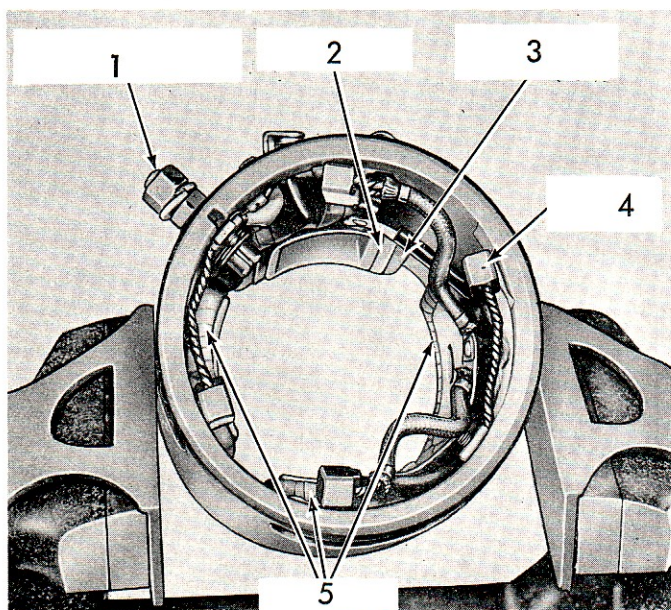

Fig. 46
2. **Démarrateurs Ø115 mm**. Retirer la pièce de retenue de la bobine inductrice de commande du lanceur. (Voir Fig. 46). Ne pas replier les lèvres de la pièce de retenue, mais comprimer celle-ci et dégager les lèvres de la carcasse.
8. **Démarreurs $\varnothing 115$ mm.** Retirer l'écrou de borne, la rondelle, l'isolant et la vis de borne (Voir Fig. 46). Enlever tout excédant de soudure dans la fente de la vis de borne.
9. **Démarreurs $\varnothing 115$ mm.** Replacer l'isolant de borne, les rondelles et l'écrou de retenue sur la carcasse. Orienter la fente de la borne, perpendiculaire au plan du centrage de la carcasse (Voir Fig. 46). Placer les sorties des bobines inductrices dans la fente de la borne.
15. **Démarreurs $\varnothing 115$ mm.** Remonter la pièce de retenue de la bobine inductrice de commande (Voir Fig. 46). Comprimer la pièce de retenue et passer les lèvres sur la carcasse. Ne pas replier les lèvres de la pièce de retenue.